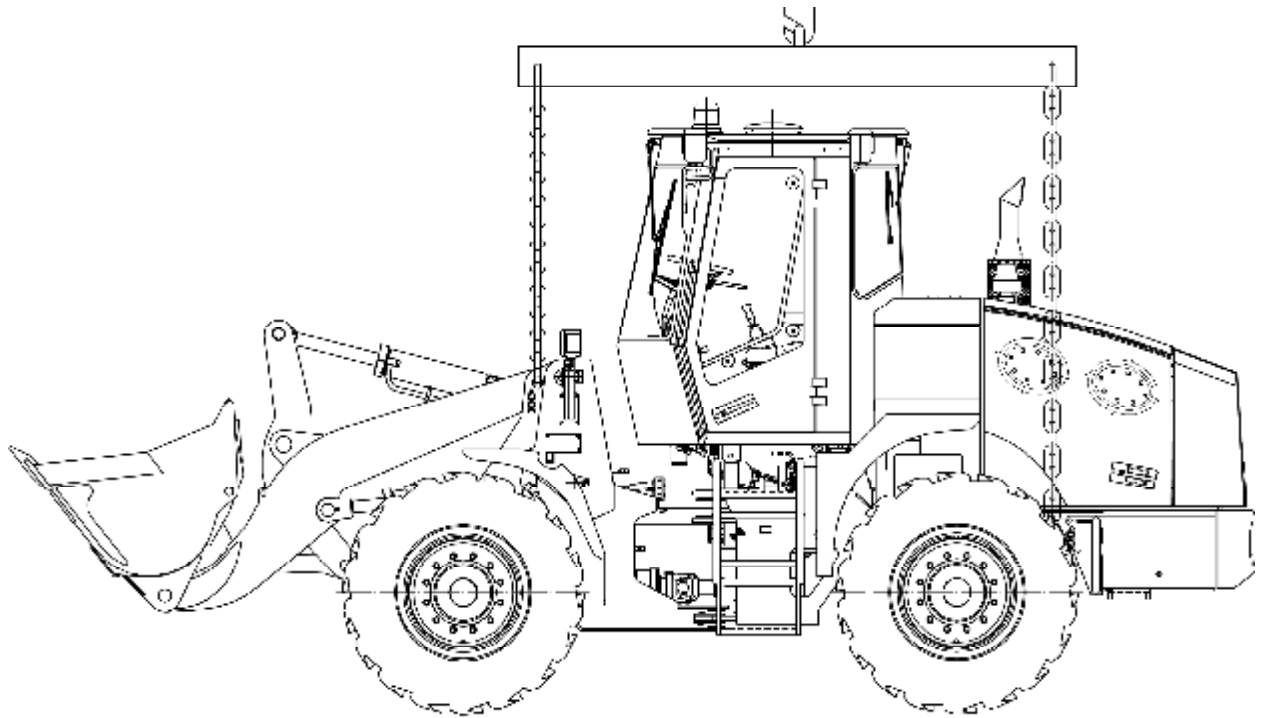

Рис. 16.1 – Схема строповки погрузчика.
- подъем погрузчика производить краном за крюки задней рамы и проушины во внутренних щеках передней рамы с обязательным использованием распорной рамы (Рис. 16.1) для предохранения кабины от повреждения;